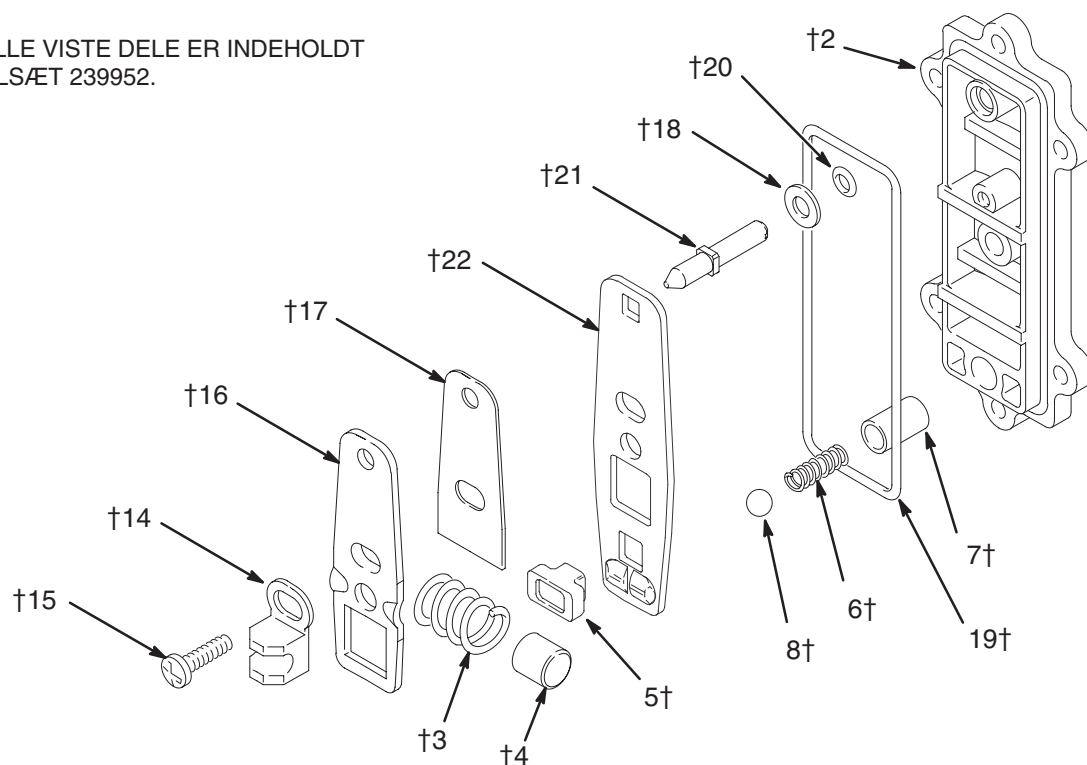

Fig. 11
3. Fjern skruen (15) og skiftesadlen (14). Se Fig. 11.
4. Skil forbindelsesenheden ad, der består af skifteplade (16), afstandsstykke (17), låseforbindelse (22), fjeder (3), stop (4), og ventilskål (5).
5. Fjern låseforbindelsen (8) og fjederen (6). Styret (7) er trykpasset på plads og det bør ikke være nødvendigt at fjerne det; hvis det skal udskiftes, bør dækslet ligeledes udskiftes (2).
6. Fjern nulstillingsakslen (21), O-ringen (20) og skiven (18).